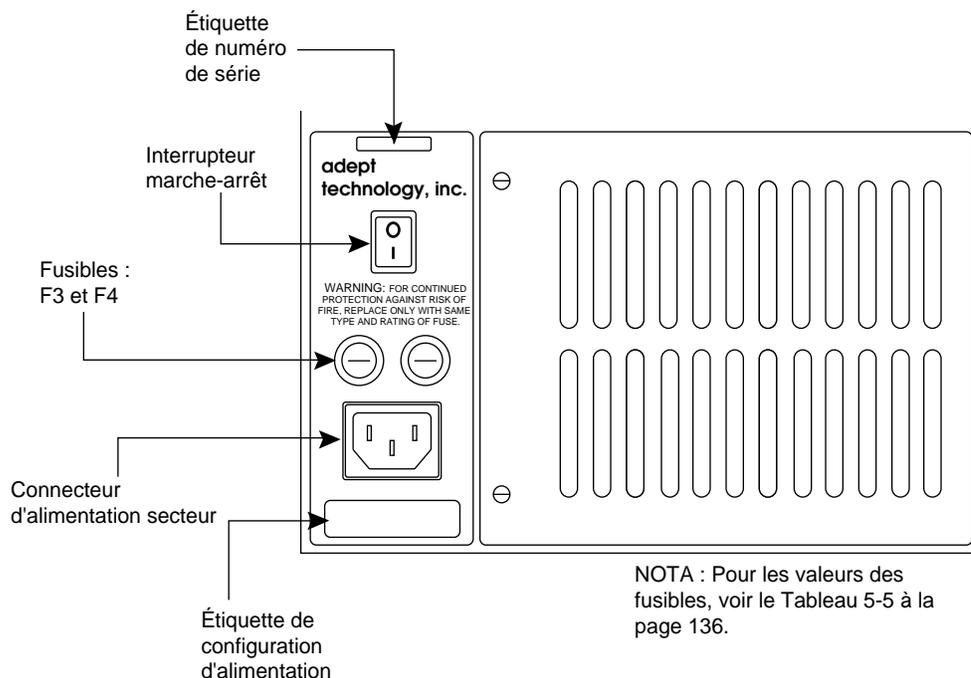

Figure 5-4. Module d'entrée d'alimentation MV-19
2. Ouvrir la grille avant en desserrant les deux vis et en faisant basculer la grille vers l'extérieur (voir Figure 5-4).